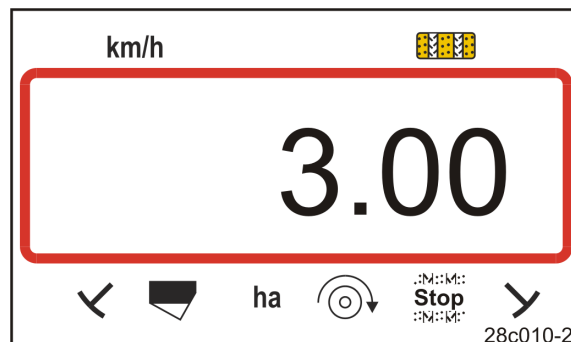

Fig. 21
- Affichage : largeur de travail enregistrée [m], par ex. 3,0 m (Fig. 21).